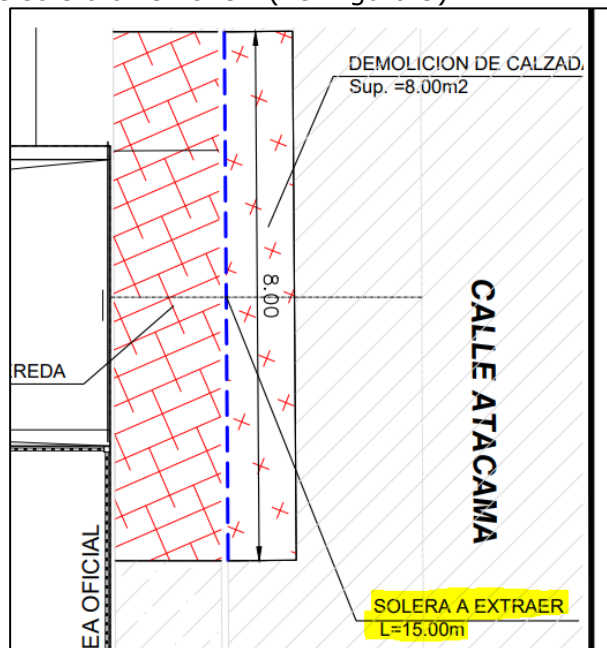

Figura 3
2.10. Corregir largo de solera a remover. (ver figura 3).